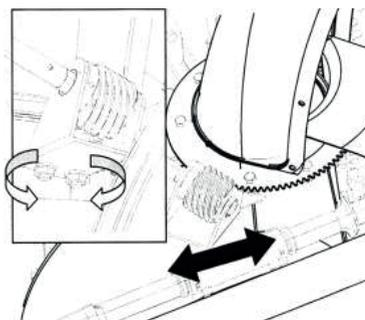

Рисунок 44
2. Снова затяните гайки. См. Рисунок 44.